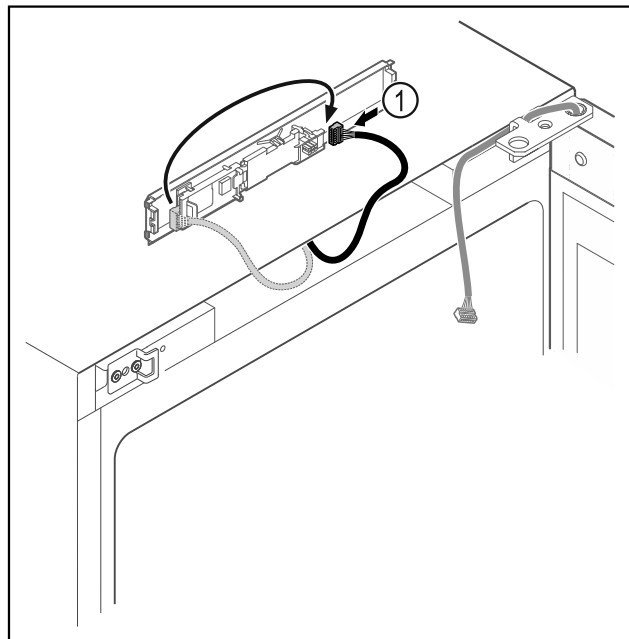

Fig. 19
- Enchufar el conector Fig. 19 (1) en otra posición en la platina.